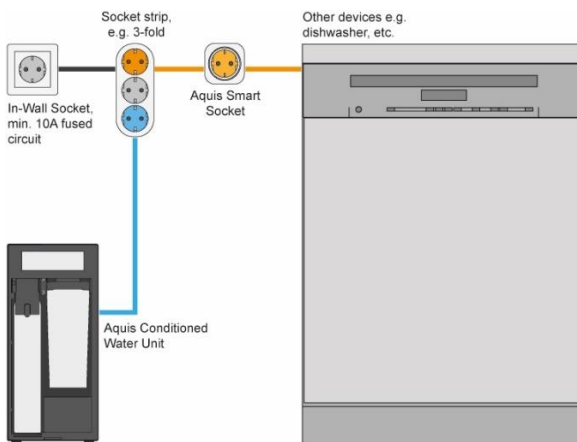

Abbildung 7: Verbindung mit Smart Socket
- **Anschlüsse:** Für die Installation des NOBILI CCU/CWU-Systems sind ein Leitungswasseranschluss und ein GFK-geschützter separater Stromkreis mit einem geeigneten Netzanschluss von mindestens 10 A und einer Dauerspannungsversorgung von 230 VAC / 50 Hz notwendig. Eckventile müssen bereits eingebaut sein. Wenn kein separater Stromanschluss vorhanden ist und andere Geräte wie z.B. eine Spülmaschine an den gleichen Stromkreis angeschlossen sind, empfiehlt es sich, einen Stromzähler von NOBILI ("Smart Socket") zu verwenden, um den Stromkreis vor übermäßiger Belastung zu schützen (siehe Abbildung 7).